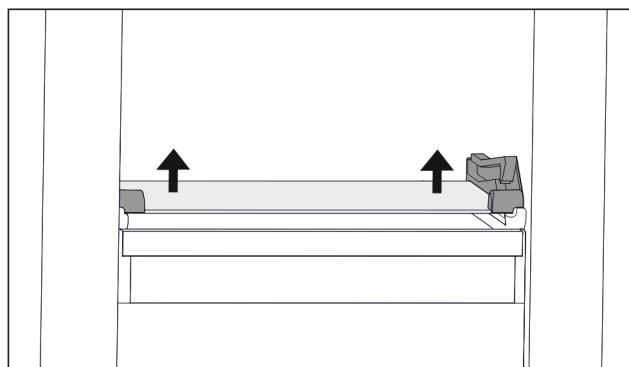

Fig. 70 Glassplate på nedvippbar skuff
- Trykk opp glassplaten nedenfra på begge sider. (se Fig. 70)